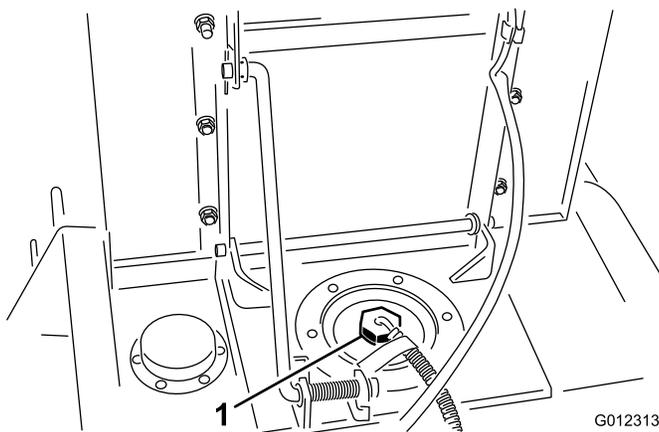

Bild 15
- Reinigen Sie den Bereich um die Behälterabdeckung (Bild 15).